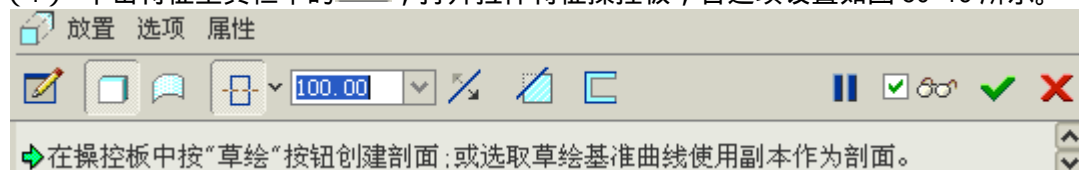

图 50-16
- (1) 单击特征工具栏中的  ，打开拉伸特征操控板，各选项设置如图 50-16 所示。